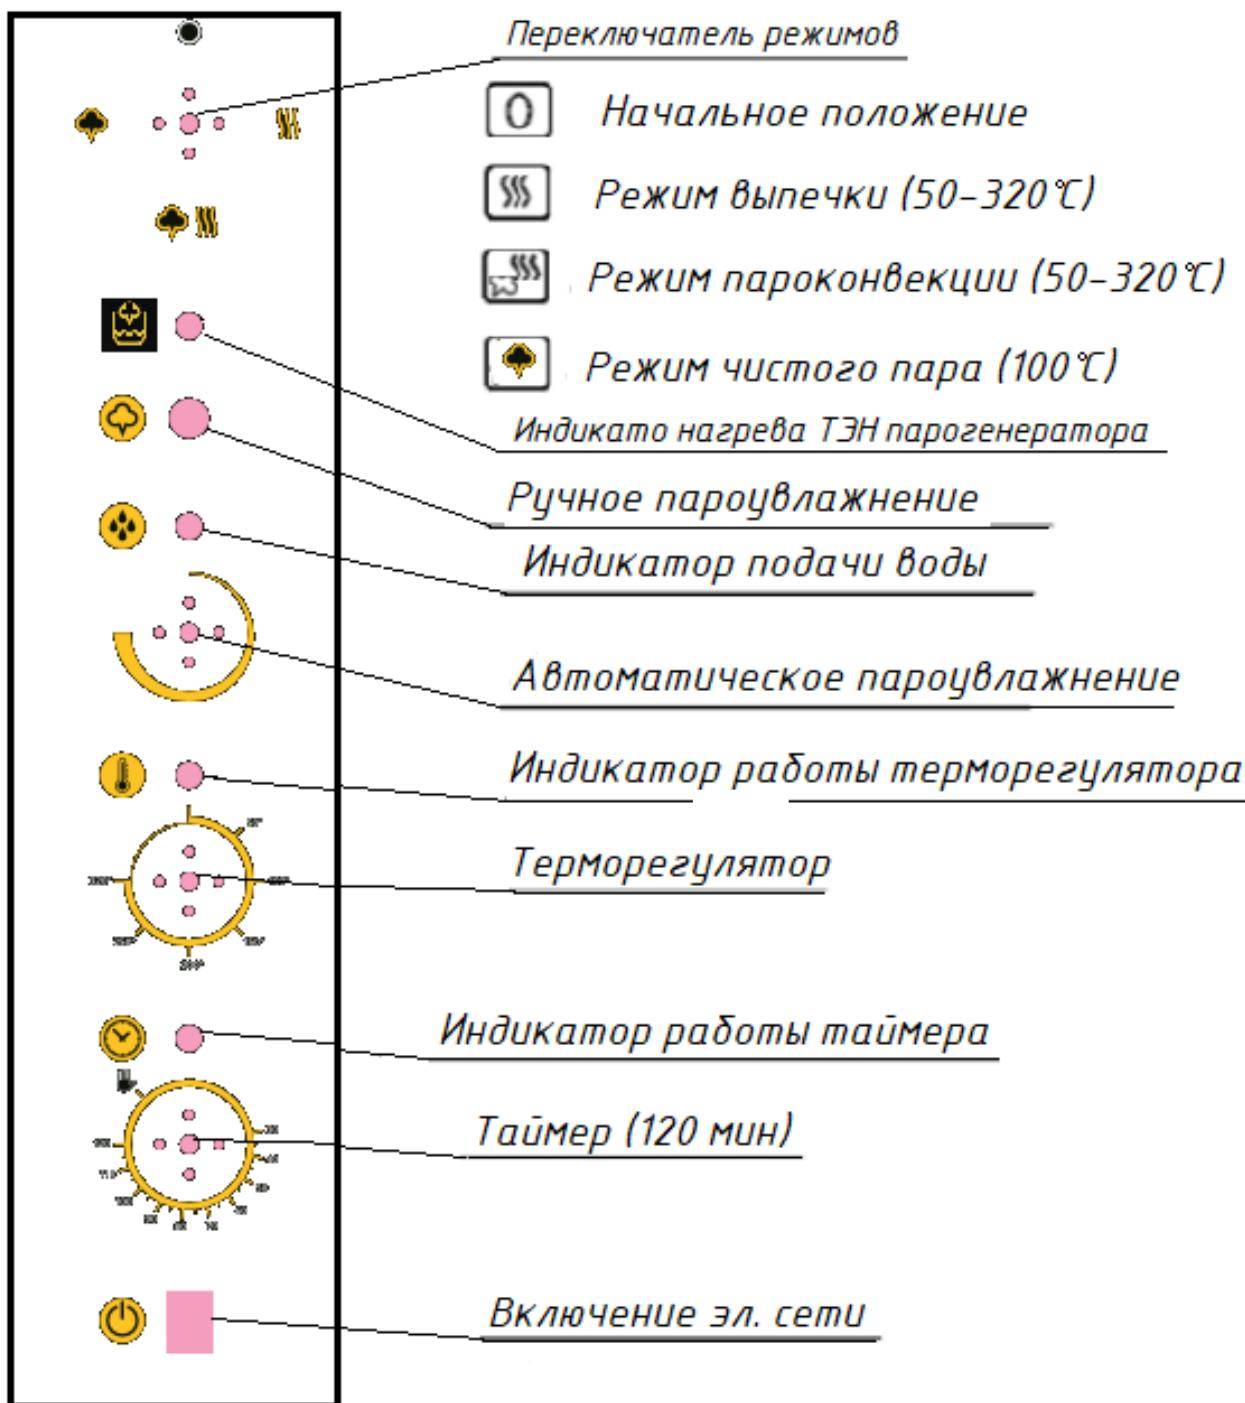

Рис. 2
6.1. Элементы управления указаны на Рис.2. Основные части изделия указаны на Рис.3 и перечислены в Таблице 3.
8.3. Установка работает в трех режимах приготовления пищи, режимы задаются с помощью элементов управления Рис.2.
- При «Выдержки времени» необходимо задать время выпечки повернув ручку таймера почасовой стрелке и установив необходимую длительность тепловой обработки по шкале (Рис.6). В данном случае нагрев печи прекратиться по истечению времени, когда ручка таймера сама установиться в положение «OFF» (Рис.6). По завершению времени приготовления установить ручки всех регуляторов (Рис. 2) в нулевое положение.
- При «Ручном управлении» печь работает без таймера, для этого следует переключить ручку таймера в крайнее левое положение, режим «ON» (Рис.6). Контроль времени должен осуществляться поваром. По завершению приготовления установить ручки всех регуляторов (Рис.2) в нулевое положение, а ручку таймера перевести в режим «OFF» (Рис.6).
Перед установкой времени приготовления повернуть ручку терморегулятора (Рис.2) в необходимое положение от 50 до 300°C и задать температуру выпечки. О нагреве камеры свидетельствует индикатор работы терморегулятора. Затем установить ручку таймера в нужное положение.
Установка начинает работать в режиме «Выпечка» (ТЭНЫ нагревают воздух в камере, а вентилятор равномерно распределяет тепло по всему объему камеры). По мере необходимости увлажнения в камере, возможно использование ручного пароувлажнения с помощью кнопки (Рис.2). Подавать воду необходимо импульсами в течение не более 2-3 секунд не более 2 раз.
Предварительно необходимо прогреть камеру до 100 °C в режиме «Выпечка». Затем выбрать переключателем режимов «Пароконвекцию». Перед установкой времени приготовления повернуть ручку терморегулятора (Рис.2) в необходимое положение от 50 до 300°C и задать температуру выпечки. Затем установить ручку таймера в нужное положение.
С помощью регулятора автоматического пароувлажнения (Рис.2) выставить требуемую частоту подачи пара. Крайнему левому положению ручки регулятора характерен вспрыск воды продолжительностью 2с каждые 10 мин. Крайнему правому положению ручки регулятора характерен вспрыск воды продолжительностью 2с, с частотой 1 мин. О подаче воды в камеру свидетельствует индикатор подачи воды.